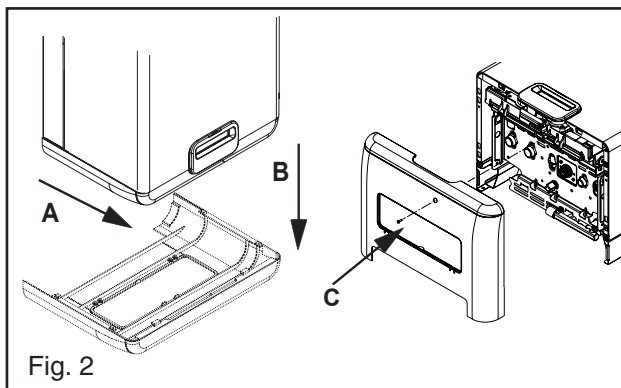

Fig. 2
- 取下螺钉 C (Fig. 2)
- 向外拉 A (Fig. 2)